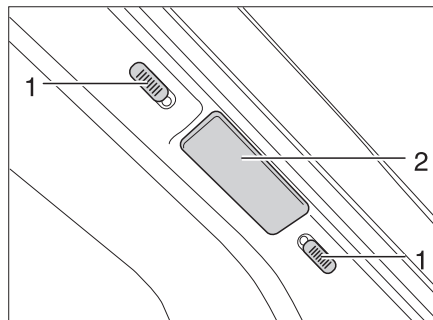
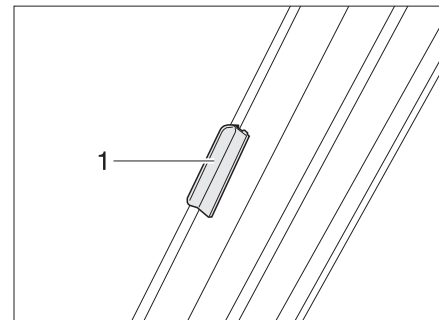

Bild 25 Verriegelung faltverdunklung Frontscheibe
Bild 26 Verriegelung faltverdunklung Frontscheibe (I-Modell)
- Die beiden Hälften der faltverdunklung für die Frontscheibe am Griff (Bild 25,2 und Bild 26,1) bis zum Anschlag nach außen schieben.
- Die Verriegelungsknöpfe (Bild 25,1) nach unten bzw. nach oben schieben. Wenn der rote Punkt sichtbar ist, ist die Verriegelung offen.